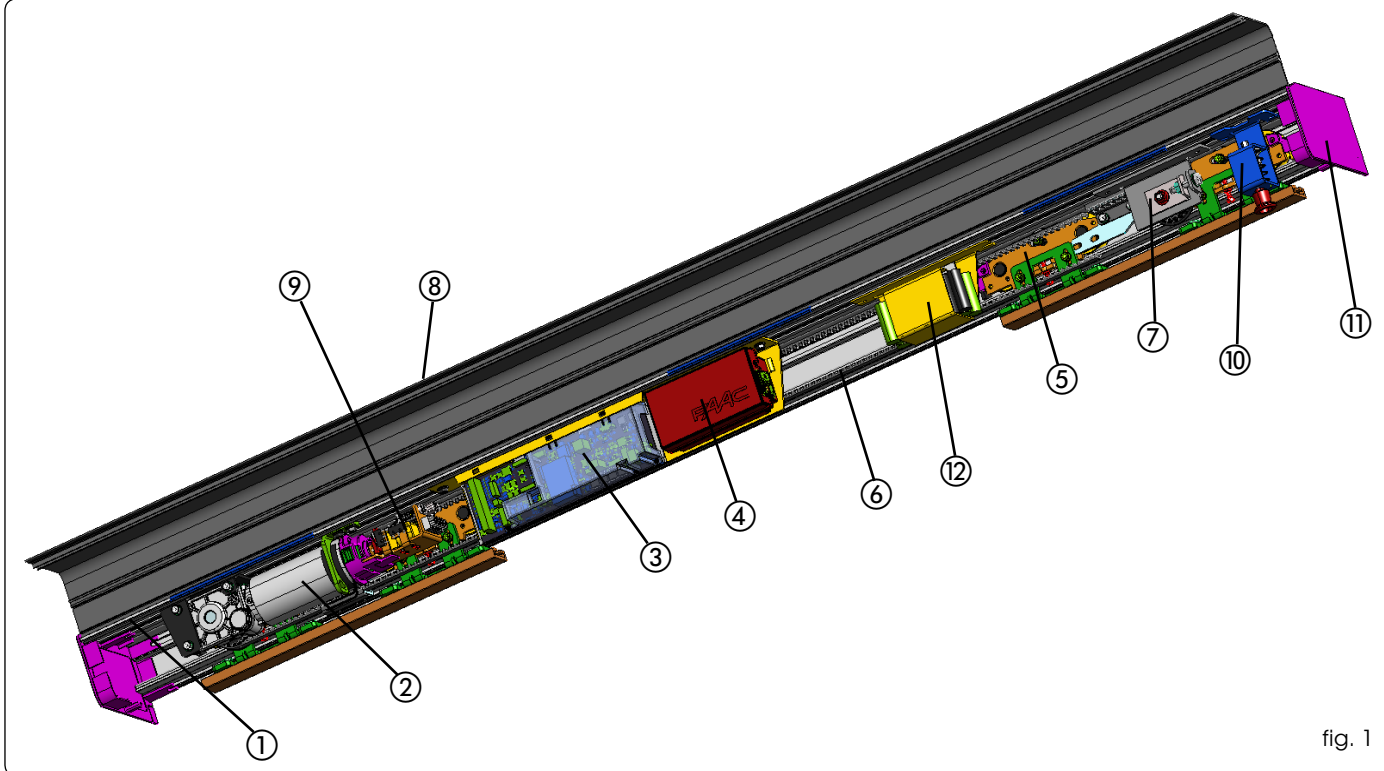

fig. 1
Una traversa d'automazione (fig.1) è composta dai seguenti particolari:
Profilo di sostegno (fig.1 rif.①)
Gruppo motore (fig. 1 rif.②)
Unità di controllo (fig. 1 rif. ③)
Gruppo alimentazione (fig. 1 rif. ④)
Carrelli supporto anta (fig.1 rif.⑤)
Cinghia di trascinamento (fig. 1 rif. ⑥)
Gruppo puleggia di rinvio (fig. 1 rif. ⑦)
Carter di chiusura (fig. 1 rif. ⑧)
È il profilo in alluminio che consente la chiusura dell'automazione. I fianchetti laterali (fig. 1 rif. ⑪) chiudono integralmente il sistema.
Gruppo blocco motore (fig. 1 rif. ⑨)
Il blocco motore viene fornito con il dispositivo di sblocco interno (fig. 1 rif. ⑩) che permette, in caso di necessità di effettuare una apertura di emergenza; è inoltre predisposto per l'eventuale installazione dello sblocco esterno (optional). Il gruppo blocco motore agisce direttamente sul motore bloccandolo meccanicamente.
Batterie d'emergenza (fig. 1 rif. ⑫)